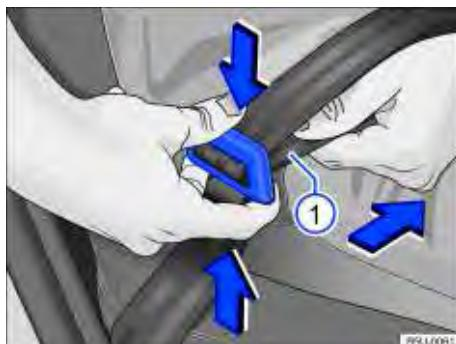
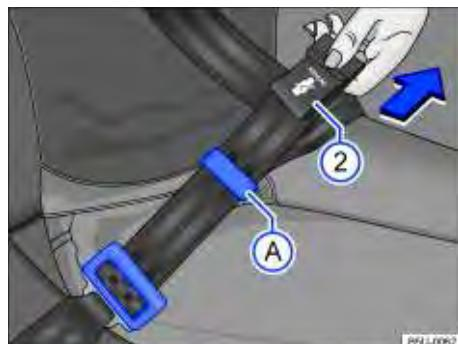

Fig. 54 Liberar o cadarço para ajustar o cinto de segurança.
Fig. 55 Ajustar o cadarço do cinto de segurança.
- Pressionar a fivela \Rightarrow Fig. 54 para desbloquear a trava e ajustar o comprimento do cinto de segurança.
- Puxar o cinto de segurança pela parte inferior ① no sentido da seta.
- Puxar a parte superior (região em que se encontra a etiqueta) \Rightarrow Fig. 55 ② no sentido da seta. Manter uma distância do passador ③ à fivela conforme \Rightarrow Fig. 55 para facilitar o deslizamento do cadarço do cinto de segurança. Recomenda-se uma folga de até 5 cm (3 dedos) na região do tórax, para efeito de conforto.